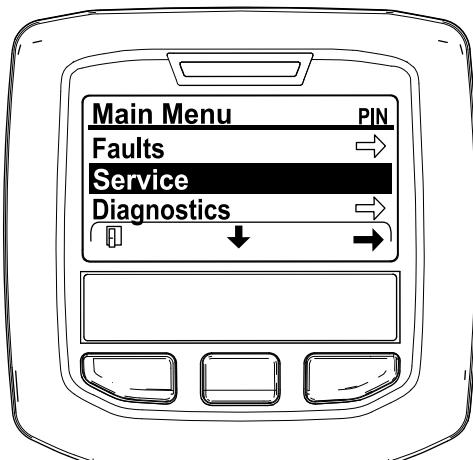

Bild 31
2. Navigieren Sie auf das HAUPTMENÜ, drücken Sie die mittlere Taste, um auf das Menü SERVICE zu navigieren; drücken Sie die rechte Taste, um die Option SERVICE auszuwählen (Bild 31).